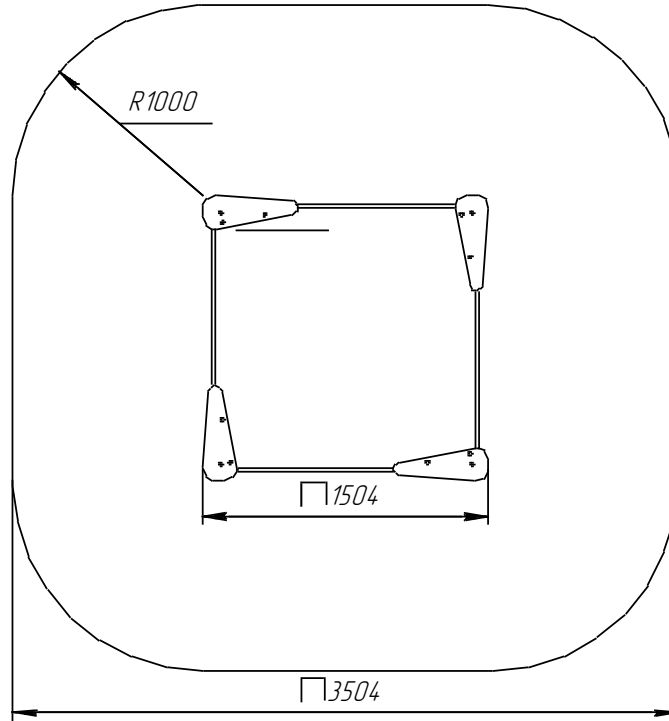

Рис.2
10.3.1 Для установки ПЕСОЧНИЦЫ подготовить 4 приямка с размерами 200ммх200мм, глубиной 260мм (см. рис.2).
10.3.3 Установить песочницу в подготовленные прямки и забетонировать (см.рис.2). Бетон фундамента – не ниже класса В12,5. Объем бетона – 0,03 куб. м.